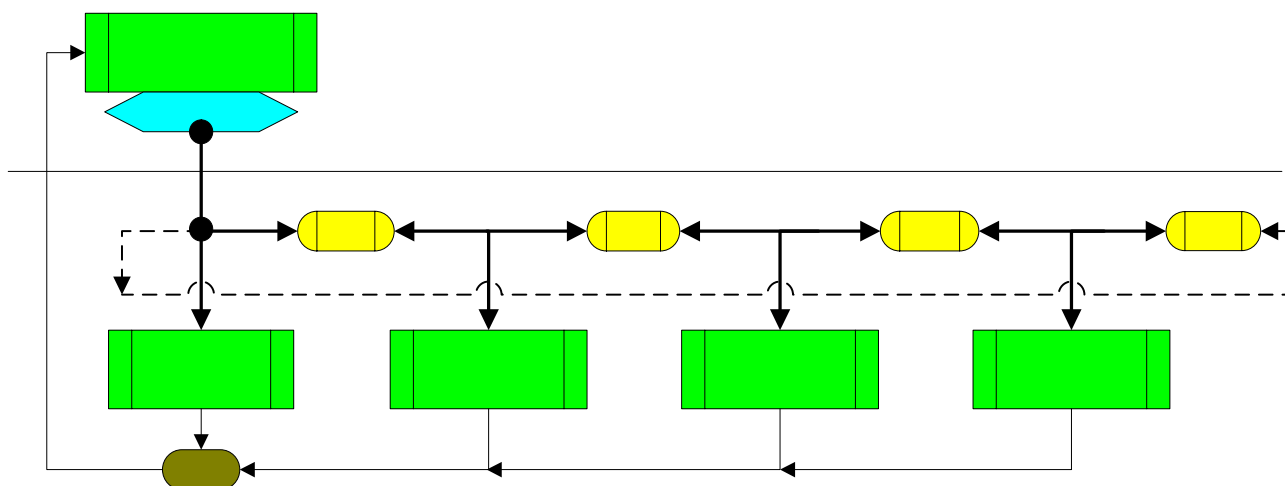

Рис. 3.3. Структурная схема раздела «КОНТРОЛЬНЫЕ ТОЧКИ» системного меню ПУ
На рис. 3.3. изображена структурная схема раздела **«КОНТРОЛЬНЫЕ ТОЧКИ»**, включающая 3 и 4-й уровни системного меню.
2.2.3.3. При минимальной чувствительности (коэффициенте усиления в тракте обработки) оценить уровень сигналов в различных контрольных точках платы БЭ. Для этого с помощью клавиш «ESC» и «←» из раздела «ТЕСТ» перейти в раздел «КОНТРОЛЬНЫЕ ТОЧКИ» (рис. 3.3.). Нажав «ENTER», перейти в подраздел «КТ1, КТ2», далее с помощью клавиш «→» или «←» наблюдать за другими подразделами («КТ3»...«КТ8»). На ЖК-индикаторе в течение 1...2 минут наблюдать сменяющиеся с каждым измерительным циклом (3 с) показания максимальных (по модулю) значений сигналов за это время, выраженные в мВ. Если БЭ функционирует в нормальном (штатном) режиме, то эти значения не должны выходить за пределы измерений, представленные в табл. 3.1.
2. Частота механического отклика СЗ на ветровую помеху незначительно, но все же зависит от скорости ветра и направления. Поэтому при измерении и дальнейшем усреднении результатов рекомендуется выбирать наиболее сильные порывы ветра и направление, перпендикулярное линии распространения СЗ. Такие порывы приводят к возникновению наибольших помеховых сигналов, которые можно контролировать в подразделе **«КТ5»** раздела **«КОНТРОЛЬНЫЕ ТОЧКИ»** (рис. 3.3.).